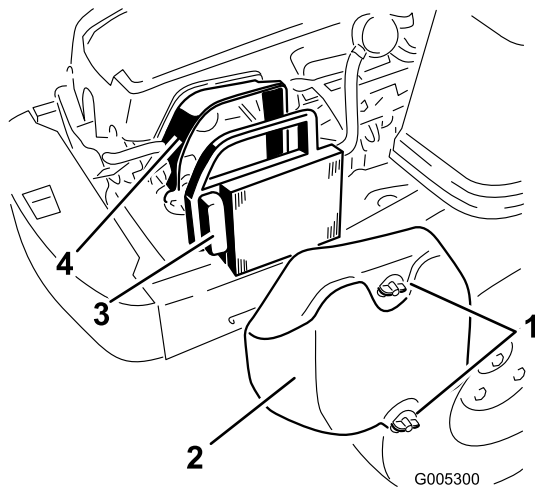

Bild 23
1. Entfernen Sie die Luftfilterabdeckung (Bild 23).
2. Nehmen Sie den Luftfiltereinsatz mit der integrierten Gummidichtung heraus (Bild 23).
5. Setzen Sie den Luftfiltereinsatz mit der gefalteten Seite nach außen ein, setzen Sie die Gummidichtung auf die Kanten der Luftfilterunterseite (Bild 23).
6. Setzen Sie die Luftfilterabdeckung ein und befestigen Sie sie mit den zwei Handrädern (Bild 23).